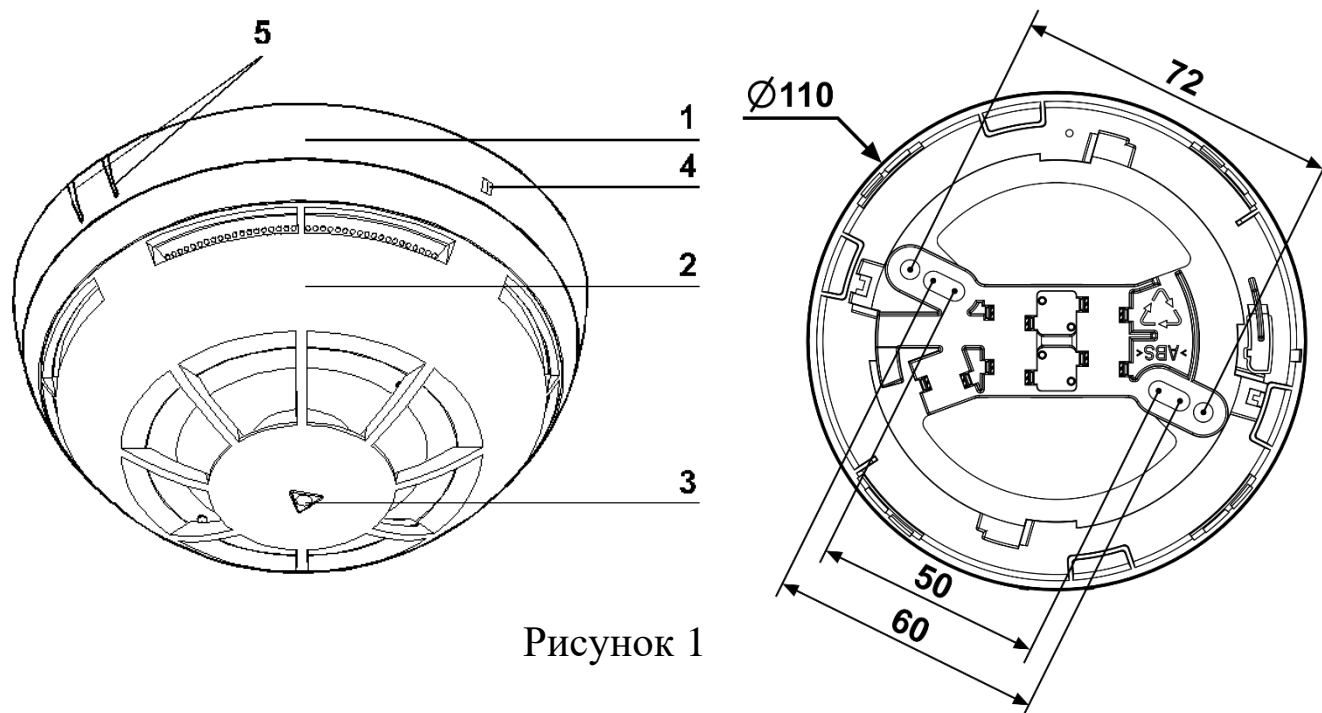

Рисунок 1
5.3 Закрепить базу извещателя двумя шурупами в месте установки извещателя. Разметка крепления базы – см. Рисунок 1.